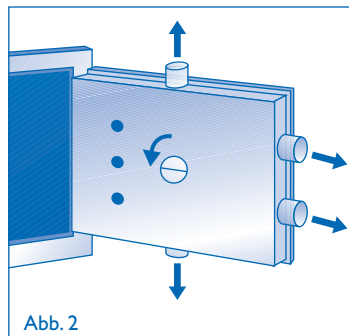

Abb. 2
- B) Usando l'impugnatura della chiave o un altro utensile, ruotare verso sinistra (senso antiorario) fino alla posizione orizzontale la vite che si trova all'interno della porta (Fig. 2).
- B) Unter Benutzung des Schlüsselgriffs oder eines anderen Werkzeugs die Schraube, die sich in der Tür befindet (Abb. 2), nach links (im Gegenuhrzeigersinn) bis zur waagerechten Position verdrehen.
- B) En utilisant la tête de la clé ou un tournevis, faites tourner la vis figurant à l'intérieur de la porte vers la gauche (sens inverse des aiguilles d'une montre) jusqu'à la position horizontale (Fig. 2).